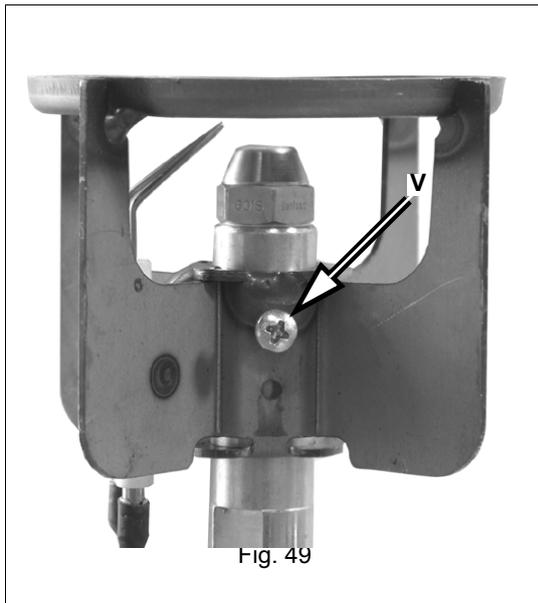
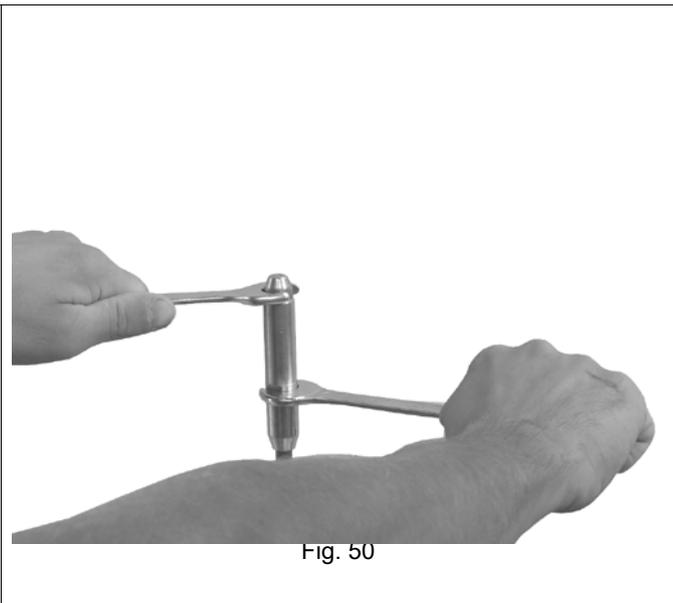

Fig. 49
Fig. 50
- Desserrer la vis V qui fixe la tête de combustion et retirer la tête du porte-gicleur (Fig. 49 - Fig. 50).